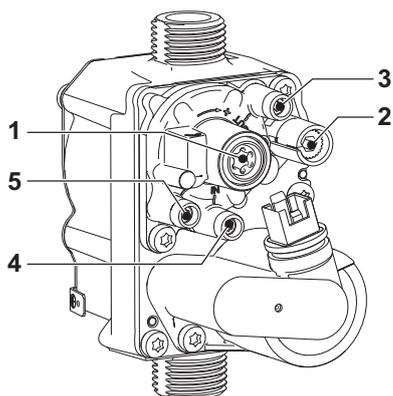

рис. 23 - Газовый клапан
- Если значения отличаются от указанных, отрегулируйте CO₂ с помощью регулировочного винта максимального расхода (поз. 2 рис. 23) так, чтобы значения CO₂ соответствовали указанным.
- Если значения CO₂ отличаются от указанных, плавно отрегулируйте с помощью винта OFFSET минимальную величину (поз. 1 рис. 23), убедившись в правильности значения CO₂:
- Убедитесь, что значение OFFSET попадает в диапазон между **-3** и **-9** Па с помощью дифференциального манометра, установив его на штуцер замера давления поз. 5 рис. 23.